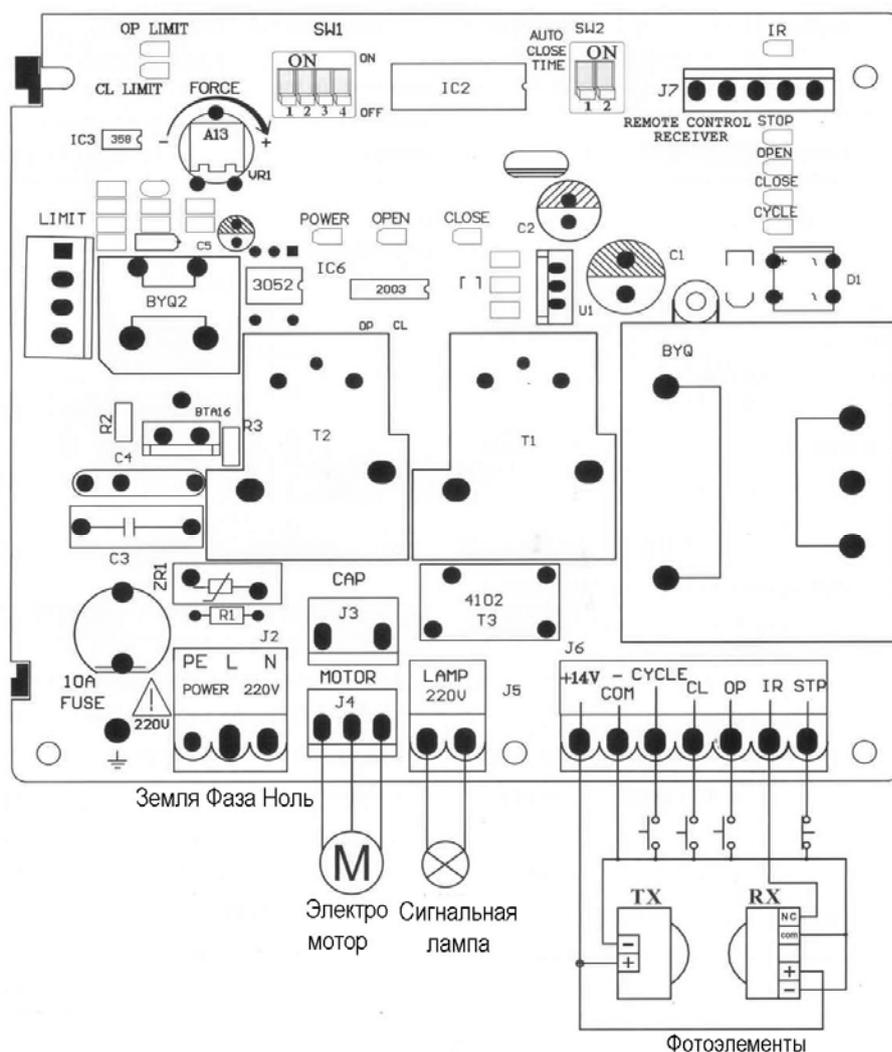

Рис. 10
5.3 Разъем J2 – подключение сети 220В (Рис.10)
5.4 Разъем J5 – подключение сигнальной лампы (Рис.10)
5.5 Разъем J6 – подключение аксессуаров и устройств безопасности (Рис.10)
Активация режима автозакрывания устанавливается DIP-переключателем 4 SW1 (Рис. 10)
Потенциометром **FORCE** (Рис. 10) установить требуемое усилие в соответствии с национальными нормативными документами.